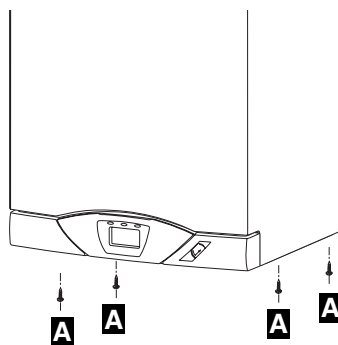

Fig. 10
- dévisser les 4 vis **A** (fig. 10) de fixation de l'habillage